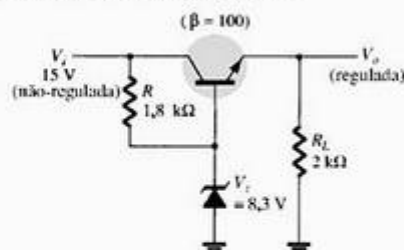

Figura 18.42 Problema 19.
- *19. Calcule a tensão de saída e a corrente no diodo Zener no circuito regulador da Figura 18.42.